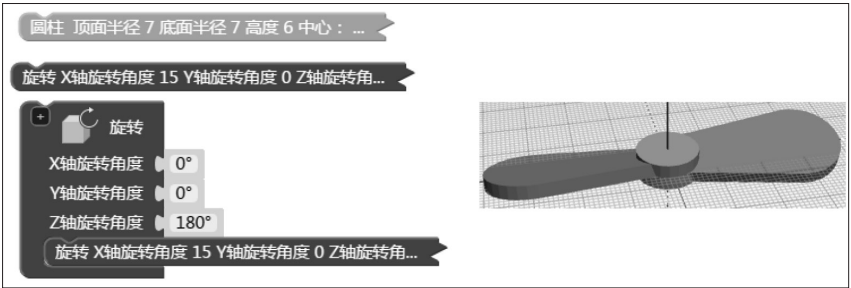

图5
(1) 当叶片数量为2的时候, 只需要复制1片叶片, 并且将叶片围绕Z轴旋转 $360 \div 2 = 180$ 度(如下页图5)。